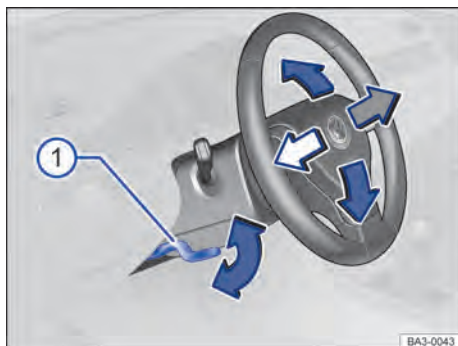

Fig. 60 Embaixo e a esquerda do volante junto com o revestimento da coluna de direção: alavanca de ajuste da posição do volante.
- Empurrar a alavanca para baixo segurando-a pelo seu manípulo → Fig. 60 ①.